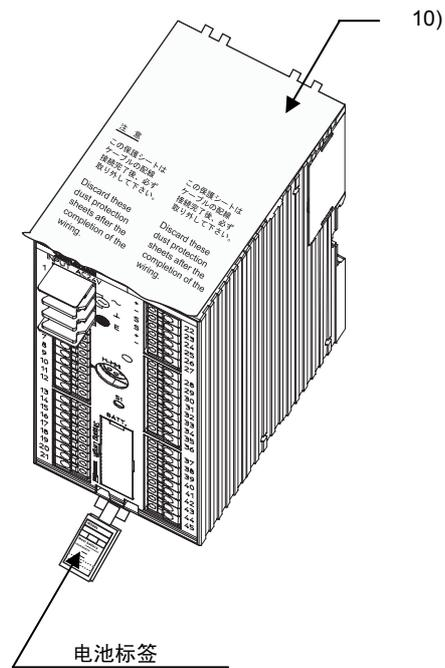

图 14. 电池标签和保护
- 10) 接通电源之前，应剥去贴在产品上面的保护纸板(参见图14)。